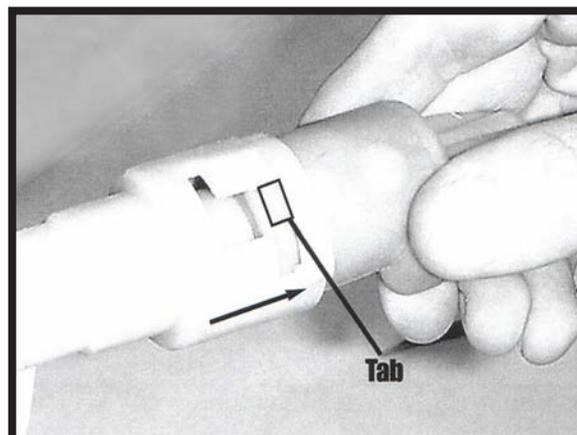

FIGURE 10-4
7. PULL SOLENOID STRAIGHT OUT SLOWLY UNTIL ALL THE AIR IS DEFLATED FROM THE AIR SPRING. (FIGURE 10-4)